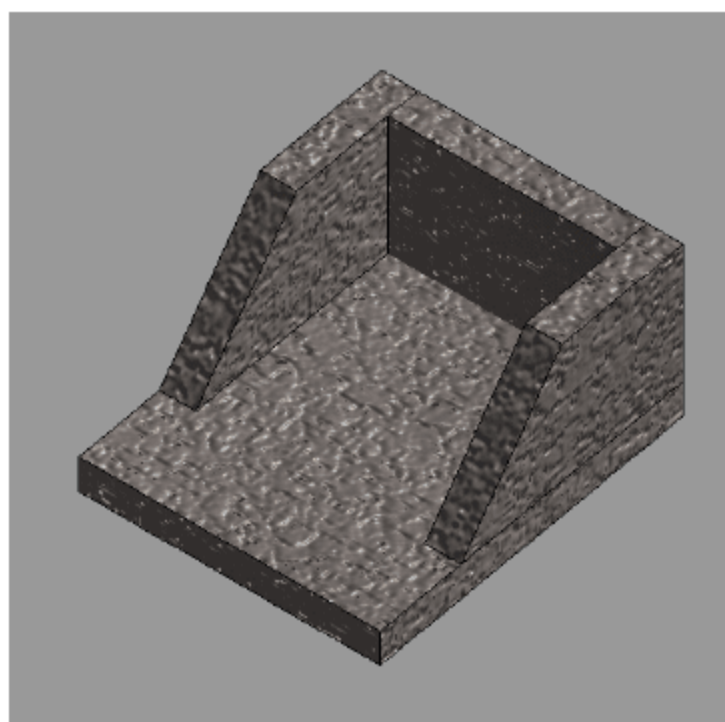

图 12.4.22 水簸箕 3D 效果图
(12) 保存水簸箕族。选择“系统按钮”→“另存为”→“族”命令，然后按快捷键 F4，观察三维的水簸箕族，如图 12.4.22 所示。